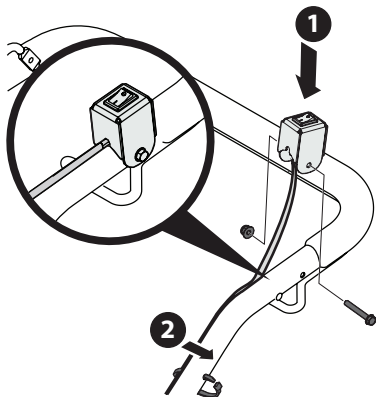

Figura 11
- Instale el interruptor de ENCENDIDO/APAGADO del control de parada de emergencia en el lado izquierdo de la manija con el perno hexagonal N.º 10-32 : 1.50 y la contratuercas con brida 10-32. Consulte 1 en la Figura 11.
- Finalmente, asegure el cable cerca de la parte inferior de la barra de control con pasando un cable en forma de lazo a través del orificio ubicado al lado de la etiqueta de instrucciones de la barra de control izquierda. Consulte 2 en la Figura 11.